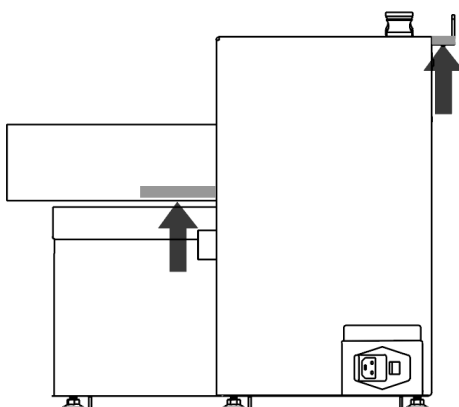

Figura 4 Puntos de Elevación del Acoplador
**⚠ ADVERTENCIA:** EQUIPO PESADO – SIEMPRE que desembale y mueva este equipo de la paleta de envío, haga que lo hagan más de una persona usando los puntos de elevación (Figura 4). Consulte la sección Especificaciones para conocer el peso del acoplador. El incumplimiento puede causar lesiones personales.